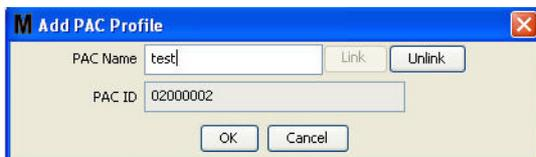

FIG. 115
5. Il numero PAC ID è visualizzato nel campo PAC ID (ID PAC) (FIG. 115). Fare clic su OK per chiudere la schermata e salvare le modifiche.
Si noti che il pulsante "Link" (Collega) nella FIG. 115 non è più attivo e invece lo è un pulsante "Unlink" (Scollega). Facendo clic sul pulsante "Unlink" (Scollega) si interrompe l'associazione tra il PAC e il PC Matrix.